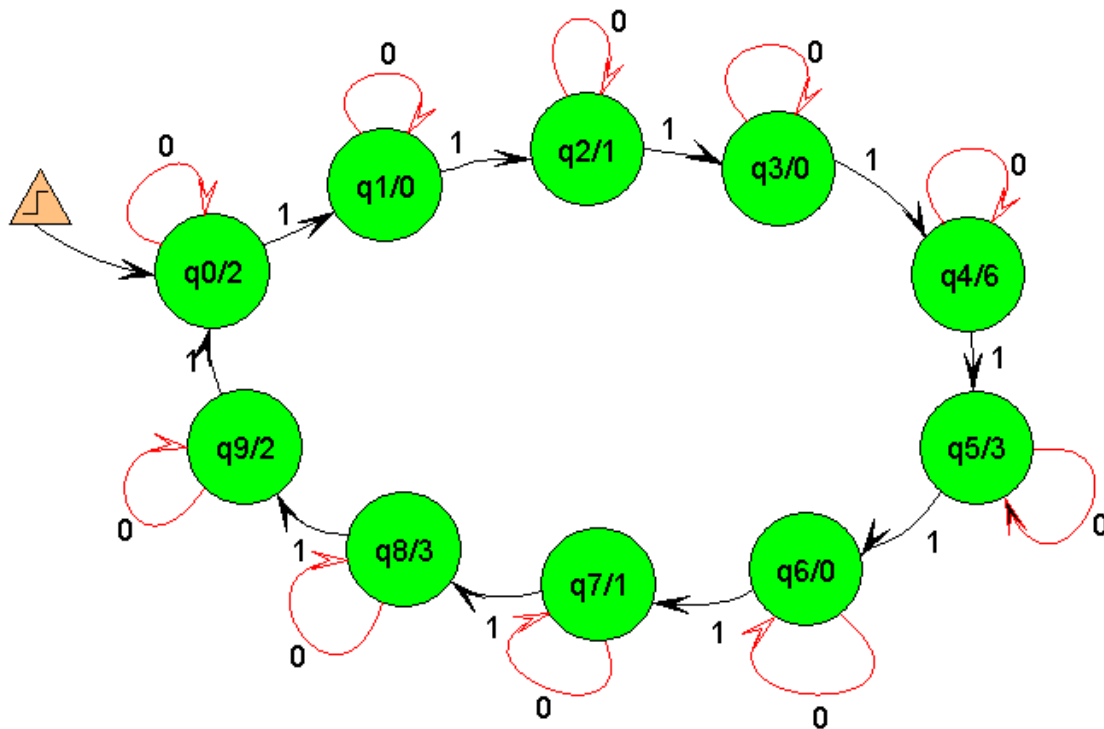

Ilustración 4 Autómata del contador.
**1D.** Aplicar la metodología para diseño de circuitos secuenciales y obtener las ecuaciones usando FF-D y FF-JK que permitan implementar el diseño contador que **debe mostrar el número de boleta de un estudiante del equipo**. Por ejemplo: “2010630132” en un display de siete segmentos, tomando en cuenta el autómata mostrado en la ilustración 4.
Para diseñar el autómata de la ilustración 4 se pueden considerar los códigos mostrados en la tabla 5.